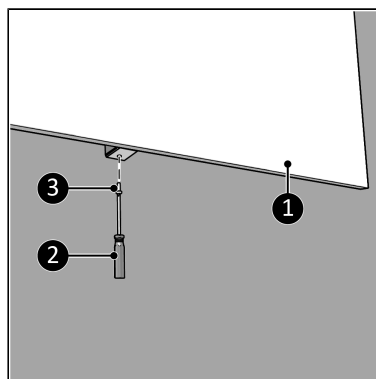

Figure 45.
10. Vissez et fixez l'appareil (Figure 45, pos. 1) au support mural avec une petite vis (Figure 45, pos. 3) à l'aide d'un tournevis cruciforme (Figure 45, pos. 2).